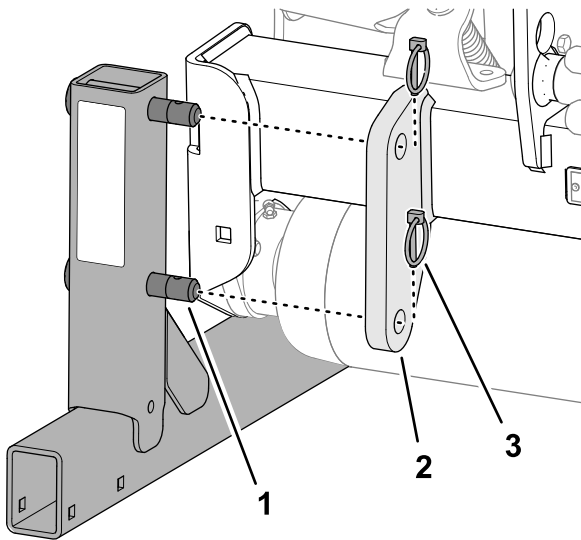

图 20
2. 卸下将存放支架固定到机器挂钩框架上的支架的 2 个保险销 图 20。
5. 将保险销包含在散装零件中插入存放支架销以便进行存放 图 20。